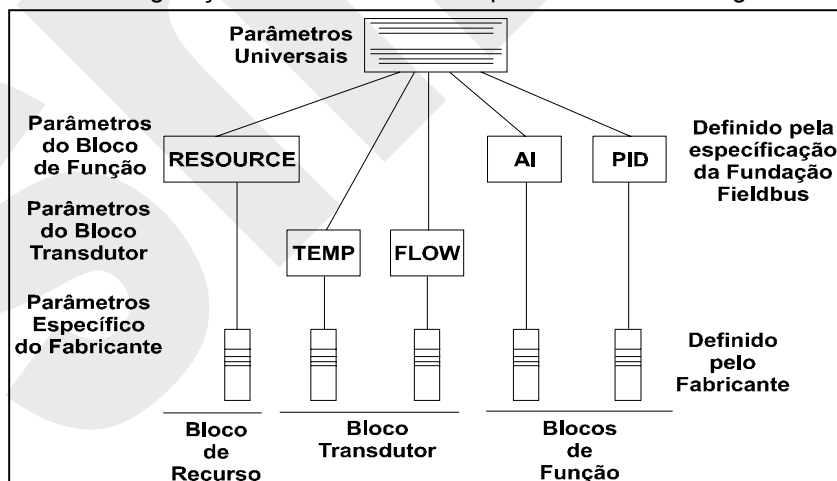

Figura 40 - Hierarquia do equipamento
A Fundação Fieldbus definiu uma hierarquia de Descrições de Dispositivo (DD) para tornar isto mais fácil de construir dispositivos e executar configuração do sistema. A hierarquia é mostrada na Figura 40.